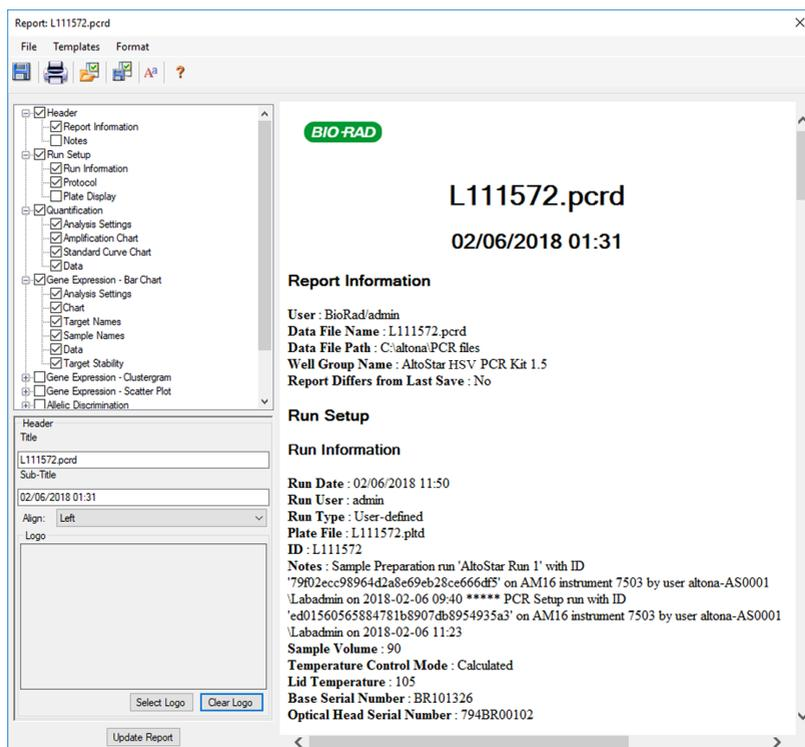

Figura 46: Cuadro de diálogo Report (informe): exportación de los resultados como informe
- En la barra de menú de la ventana **Data Analysis** (análisis de datos), haga clic en **Tools** → **Reports...** (herramientas → informes...) para abrir el cuadro de diálogo **Report** (informe) (consulte la Figura 46).